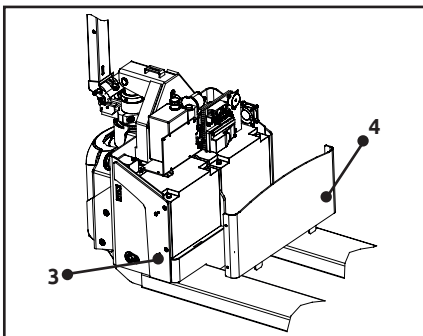

Figura 7
- ③ Aflojar el tornillo 3 y retirar la cubierta trasera 4.( Figura 7).